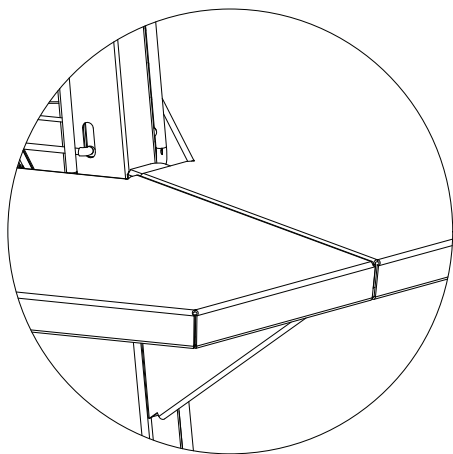

Рис. 7.
6. установите подставку как показано на Рис. 7, наживите болты в отверстия, но не затягивайте их гайками;